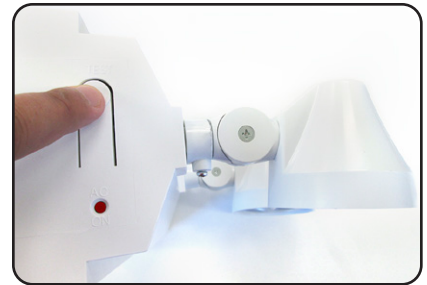

FIG. 5
2. Release the TEST Switch. DC lamps will be extinguished (Fig. 5).
2. Relâcher l'interrupteur TEST (Fig. 5). Les phares s'éteindront.